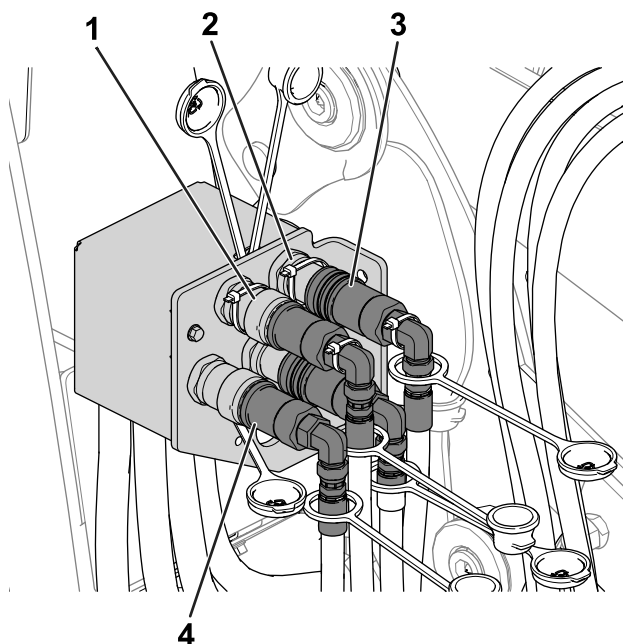

Figure 48
7. Débranchez les coupleurs hydrauliques (Figure 48) en procédant comme suit :